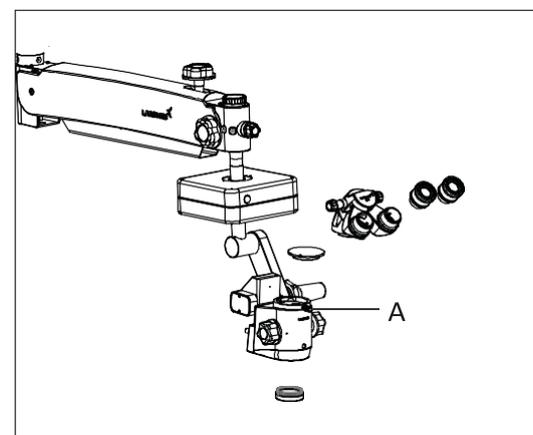

Fig. 6A
Installez la tête binoculaire et les oculaires sur le magni-changer. Fixez la tête binoculaire avec la vis de verrouillage de la tête indiquée en (A) sur la fig. 6A.